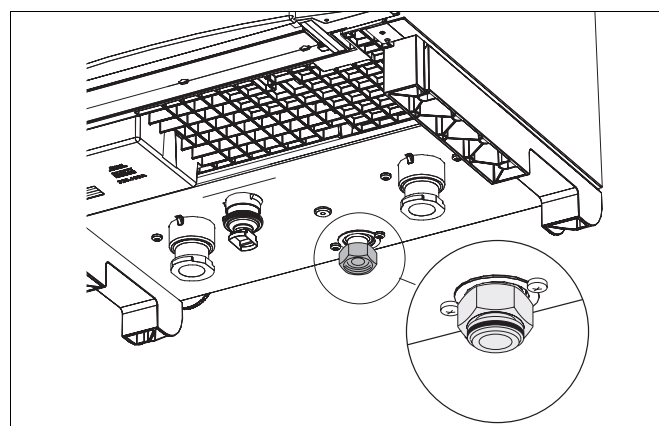

Рис. 3 Резиновая прокладка
- Проследите за тем, чтобы плоские резиновые прокладки, предустановленные на заводе в местах резьбовых соединений (на котле), находились на месте (рис. 3, **увелич.**).